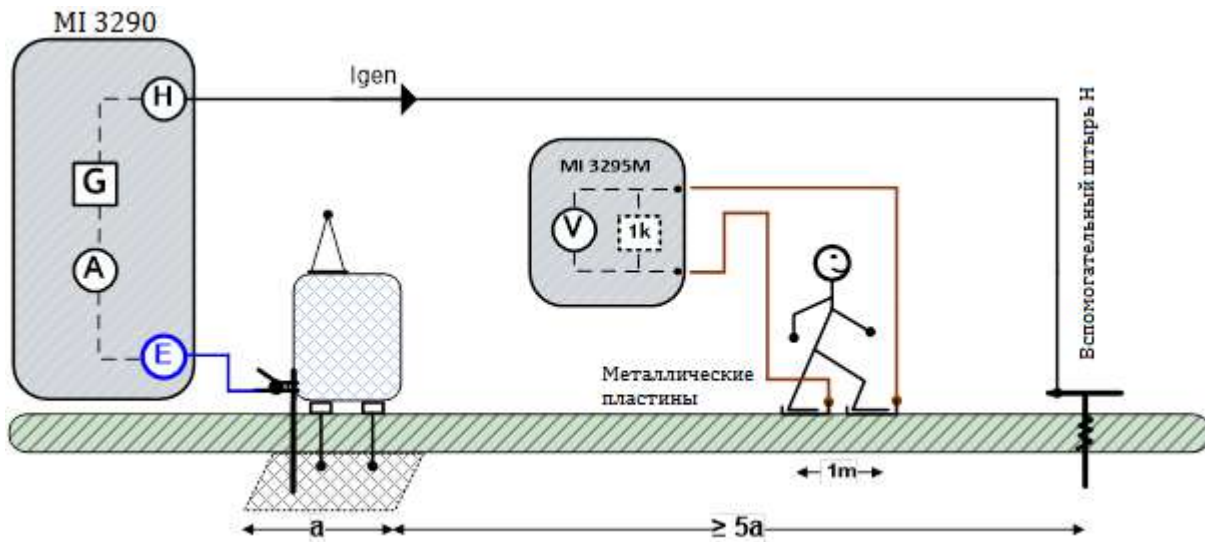

Рисунок 11.66: Пример измерения шагового напряжения
Измеряется напряжение между двумя точками поверхности земли, которые расположены на расстоянии 1 м (на расстоянии шага) друг от друга, см. рис.11.66. Ступни ног имитируются металлическими пластинами (S2053). Напряжение между зондами измеряется вольтметром измерительного блока MI 3295M, обладающим внутренним сопротивлением 1 кОм, которое имитирует сопротивление человеческого тела.
- Соберите схему согласно рис. 11.66 или 11.67.